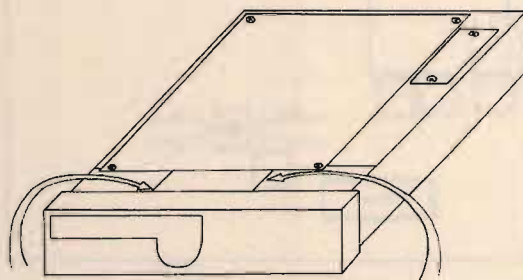

figura 1
- 2) Seguire il filo verde di alimentazione dell'oscillatore supplementare dal commutatore CB/PA al circuito stampato del commutatore dei canali (vedi figura 1).